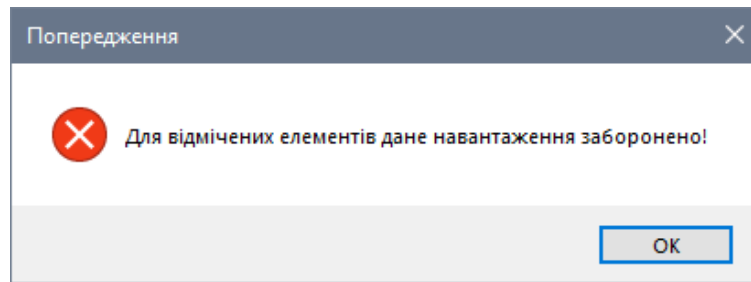

Рис. 21.19. Діалогове вікно Попередження
- На екрані з'являється діалогове вікно **Попередження** (рис. 21.19), в якому натисніть кнопку **ОК**.